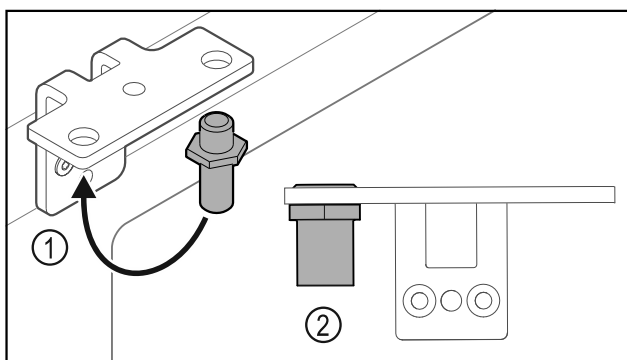

Fig. 20
- ▶ Bolzen Fig. 20 (1) im Scharnierwinkel umsetzen.
- ▶ Bolzen Fig. 20 (2) mit **Drehmoment von 12 Nm** anziehen.